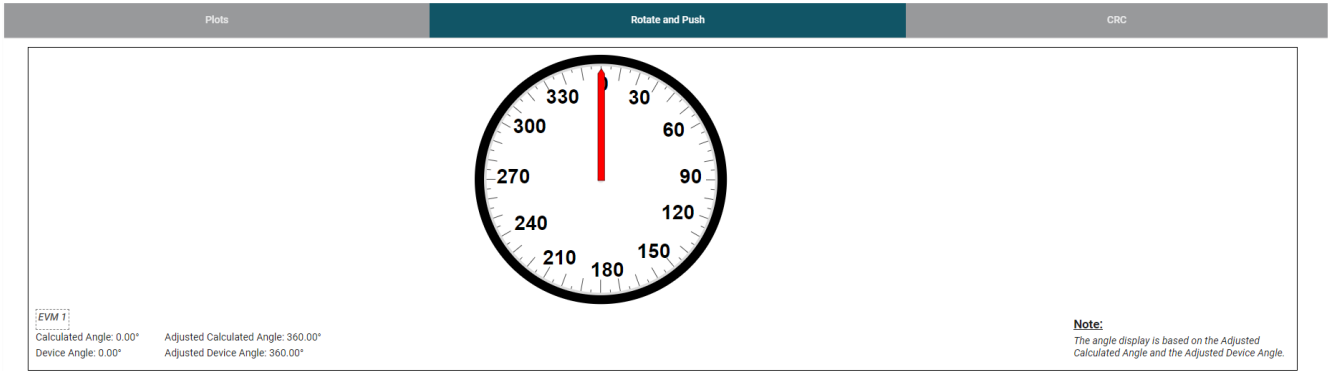

图 3-13. 旋推 GUI 页面
3. 转到 **Results Data** 页面中的 **Rotate & Push** 选项卡 ( 请参阅图 3-13 ) 。